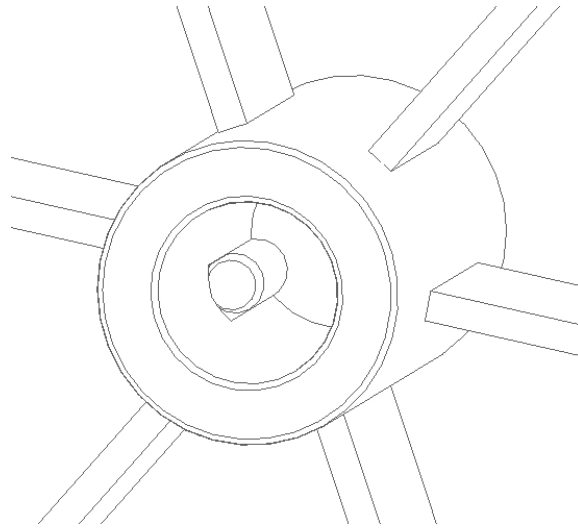

Abbildung 8. Ansicht der Position der Sollbruchstelle des Korbtriebs
Die Grundlage und Garantie für den zuverlässigen Betrieb der Geräte und der Waschanlage ist die Verwendung geeigneter Mittel und Verbrauchsmaterialien sowie die sorgfältige Ausführung der Montage und der elektrischen Anschlüsse. Während der Garantiezeit sind mit vorheriger Zustimmung des Herstellers kleinere Reparaturen durch den Betreiber zulässig, z. B. der Austausch des flexiblen Sollbruchelements des Korbantriebs (*Abb. 8*), der Austausch des Waschschlauchs oder der Kammerdichtung
- Überprüfung des Zustands des Bruchelements am Antriebsfuß des Drehkorbs sowie der damit zusammenwirkenden Oberflächen (*Abb. 8*)